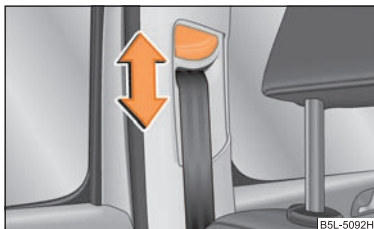

Fig. 135 Asiento delantero: ajuste de la altura del cinturón
- Desplace el herraje de inversión en el sentido deseado, hacia arriba o hacia abajo ⇒ fig. 135.